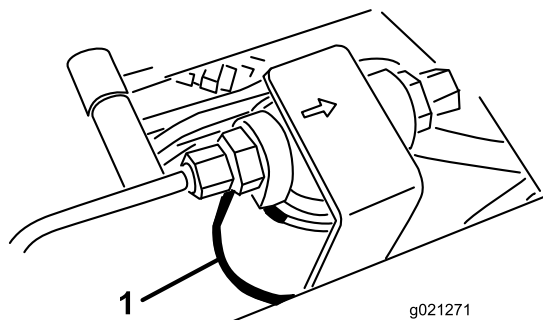
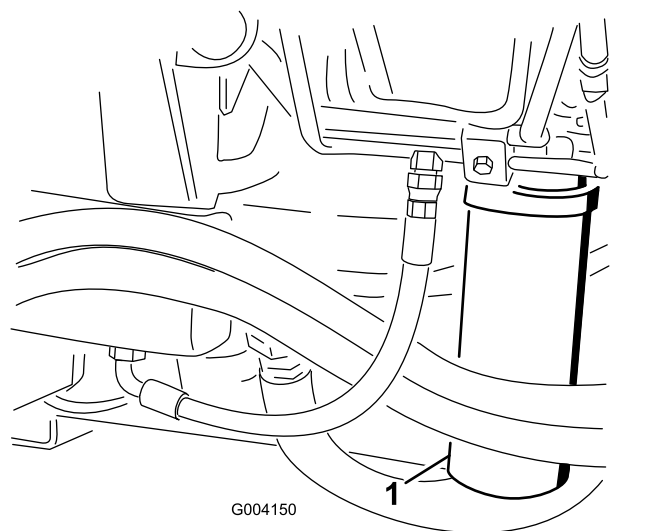

Рисунок 90
Рисунок 91
2. Очистите область вокруг места крепления фильтра и установите сливной поддон под фильтр (Рисунок 90 и Рисунок 91).